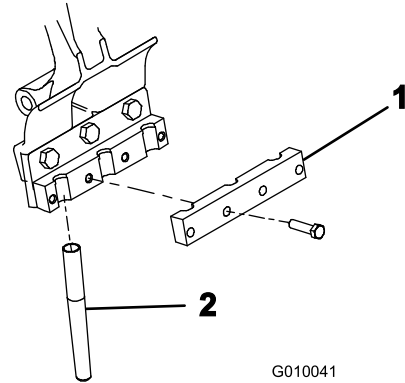

Figura 24
4. Su ogni portafustelle montate l'apposito pezzo di bloccaggio, utilizzando quattro bulloni di (3/8 x 1-1/2 inches) (Figura 24). Non serrate i bulloni.